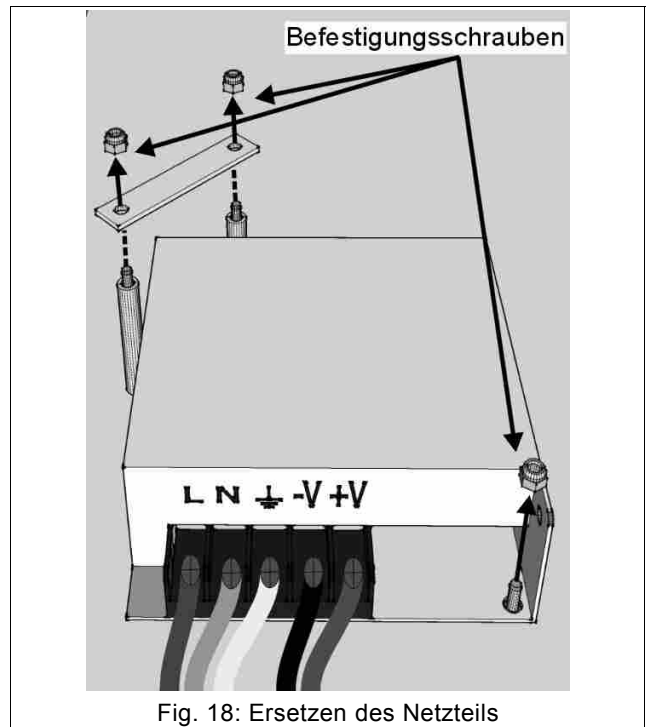

Fig. 18: Ersetzen des Netzteils
2. Am Netzteil (Fig. 18), welches ersetzt werden soll, mit einem Kreuzschraubenzieher die Kabel vom Klemmenkasten trennen und deren Position vermerken.
3. Mit dem gleichen Kreuzschraubenzieher die drei an den Seiten des Netzteils befindlichen Befestigungsschrauben (Fig. 18) entfernen und dann das Netzteil aus seiner Aufnahme herausnehmen.